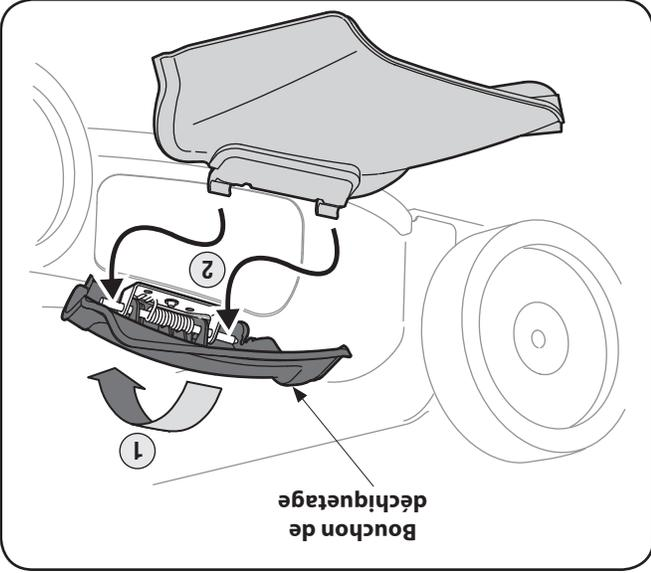

Figure 3-9
1. Relevez le bouchon de déchetage à charnière qui se trouve sur le côté du plateau de coupe. Voir la Figure 3-9.